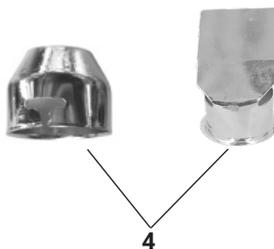

рис.1
6. Общий вид термопистолета представлен на рис.1